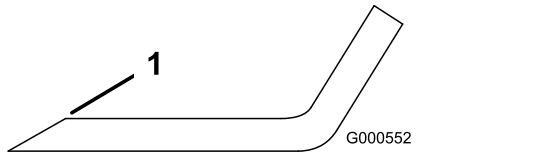

Figura 80
1. Utilice una lima para afilar el filo de corte en ambos extremos de la cuchilla (Figura 80).
**Nota:** Si la cuchilla no está equilibrada, rebaje algo el metal en la parte de la vela solamente con una lima (Figura 80).